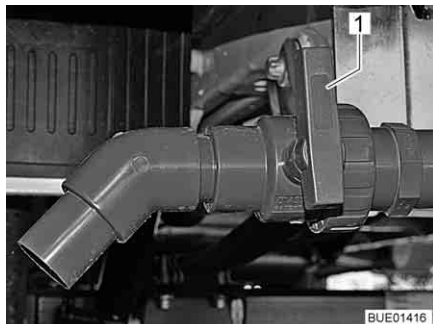

Fig. 238 Llave de desagüe (Viseo)
- Girar el tirador (Fig. 238,1) de la llave de desagüe a la posición en dirección de la circulación.